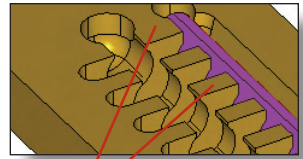

図 11: スロットウォール(スロット壁)
**注意:**コンタクタの上で作業をしている間は、エリア内に手を置いたりツールを入れる等、スロットウォールとウェブに圧力を掛けることは避けてください。図 11と12を参照ください。